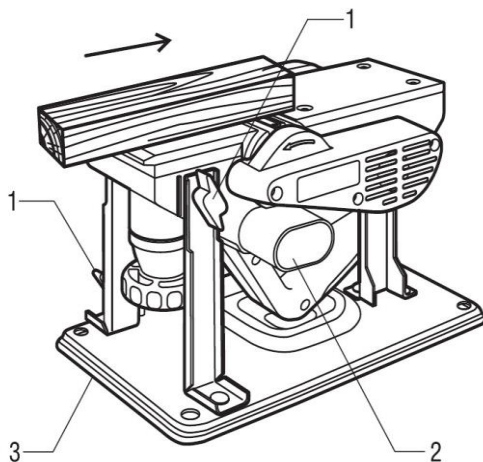

РИС. 9
- Для установки рубанка в стационарное положение на рабочем верстаке, к корпусу рубанка необходимо прикрутить опорную ножку (3) и патрубок отвода стружки (2) (См. Рис.9).
- Для защиты оператора от вращающегося барабана, на корпус рубанка устанавливается пластиковый кожух (1).